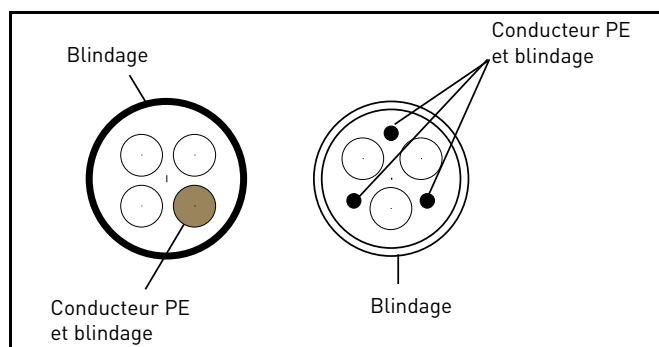

Figure 18. Exemple avec câble triphasé.
- 2 = Câble de puissance symétrique avec fil coaxial de protection et pour tension du réseau appropriée. (Modèle MCMK ou similaire recommandé). Voir Figure 18.
- 3 = Câble de puissance symétrique à blindage faible impédance compact et pour tension du réseau appropriée. Modèle MCCMK, EMCCK ou similaire recommandé ; impédance de transfert recommandée pour le câble (1...30MHz) max. 100mohm/m]. Voir Figure 18.